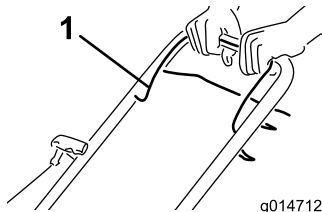

Figure 15
1. Serrez et maintenez la barre de commande de la lame (Figure 15) contre le guidon.